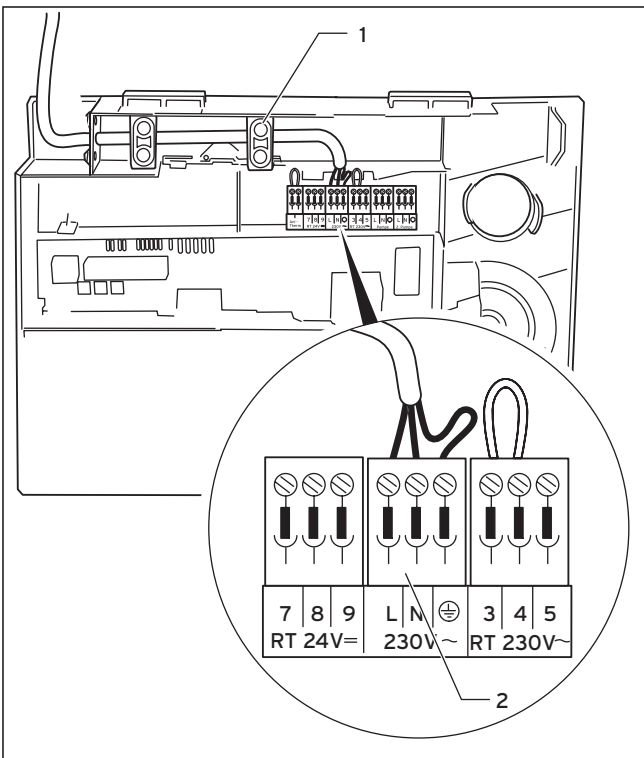

Рис. 5.7 Подключение сетевой подводящей линии
- Закрепите провода посредством приспособлений для уменьшения растяжения (1, рис. 5.7 и 5.8).
- Проложите сетевую подводящую линию к уровню подключений в распределительной коробке, как показано на рис. 5.7.
- Закрепите провода посредством приспособления для уменьшения растяжения (1).
- Подключите сетевую подводящую линию к предусмотренным для этого клеммам L, N и L системы ProE an (2).